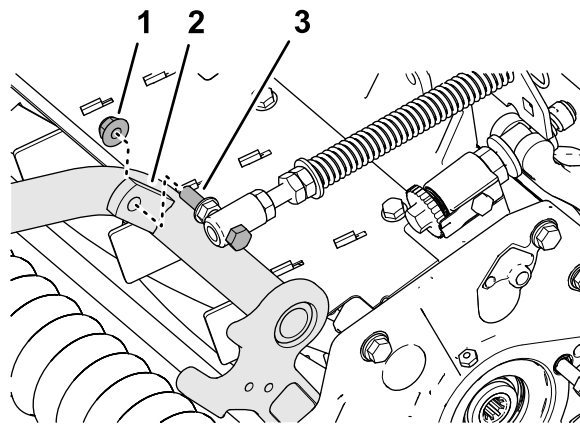

Figure 9
4. Fixez le ressort de compensation sur la patte droite du bâti porteur (Figure 9) avec le contre-écrou à embase ( $\frac{3}{8}$  po).